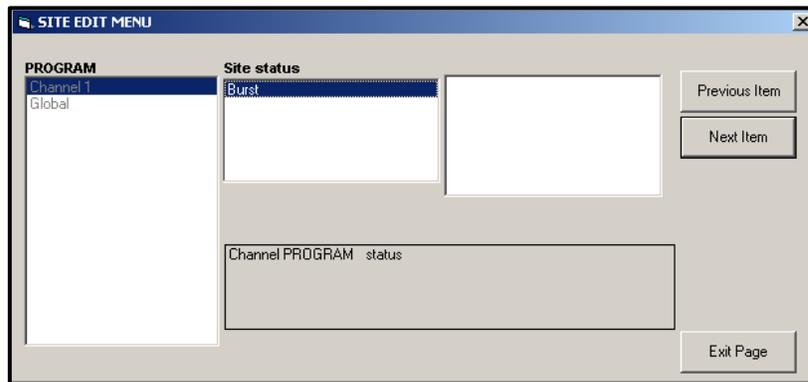

Figura 44: Opción de estado en el menú Canal
2. Resalte y haga doble clic en la opción **Estado** del panel central. Aparecerá una ventana similar a la de la Figura 44.